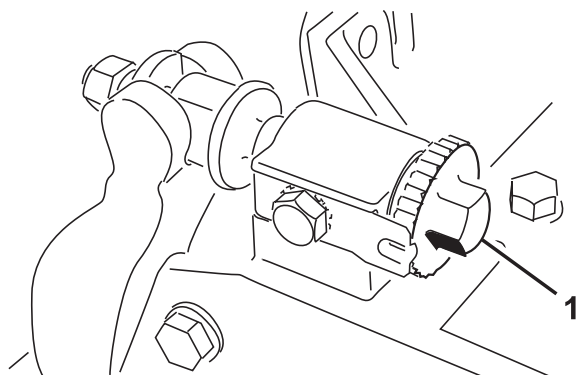
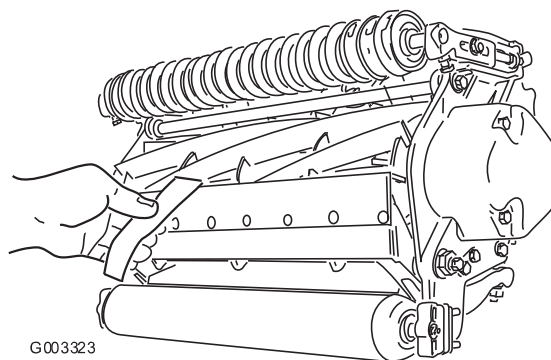

図 8
図 9
1. ユニートを水平で平らな作業台の上に置く。ベッド・バー調整ネジを左に回して、リールと下刃の接触を完全になくす (図 8)。
3. リールの左右いずれかの端を選び、リールと下刃の間に、長く切った新聞紙片を差し入れる (図 9)。リールをゆっくり前回転させながら下刃調整ネジ (図 8) を締め (新聞紙を入れた側の調整ネジを、1目盛りずつゆっくりと)、新聞紙を前から (ベッドナイフの上面に平行に) 入れると軽く挟まれる程度に調整する。新聞紙を引き抜くのに軽い力が必要な程度でよい。
5. 両側とも調整ができれば最終確認を行う：紙片をリールの前から差し込んだ時にははさむだけ、下から差し込むと切れるのが適切な調整である (図 9)。リールと下刃のごくわずかの接触で紙が切れなければいけない。接触を強くしないと切れない (リールが新聞紙を強く挟み込まないと切れない) 場合には、鋭利な刃先を取り戻して精密なカットができるようにバックラップか研磨を行うことが必要である (Toroリール・モアとロータリー・モアのための研磨マニュアル Form No. 80-300PT を参照)。